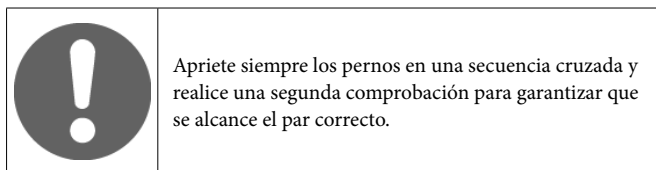

Figura 21.
7. Empuje los extremos de las mangueras hacia el interior de la carcasa de la bomba de forma que la brida del casquillo partido quede contra la carcasa de la bomba (consulte la *Figura 21*).
11. Gire el rotor lentamente unas cuantas veces para que la manguera se coloque en la posición correcta. Importante: Asegúrese de que el espacio del casquillo partido y las branquias de estanqueidad quede en horizontal (consulte la *Figura 21.*). De lo contrario, la manguera estará sometida a un exceso de tensión, lo que puede reducir su vida útil.